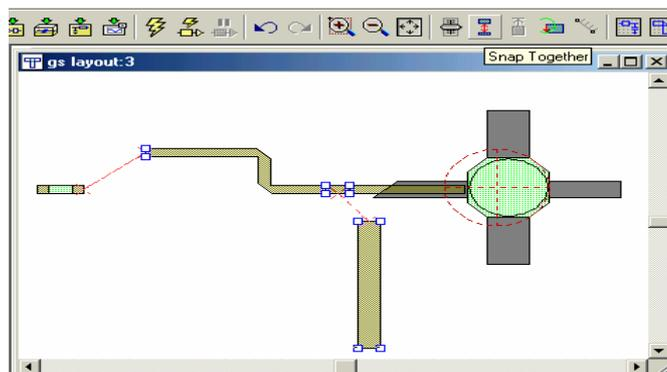

Рис. 4.25. Активизация элементов для слияния
5. Удерживайте клавишу **Ctrl**, выберите топологические ячейки MLEF, MTRACE и MTEES в топологическом окне (рис. 4.25).